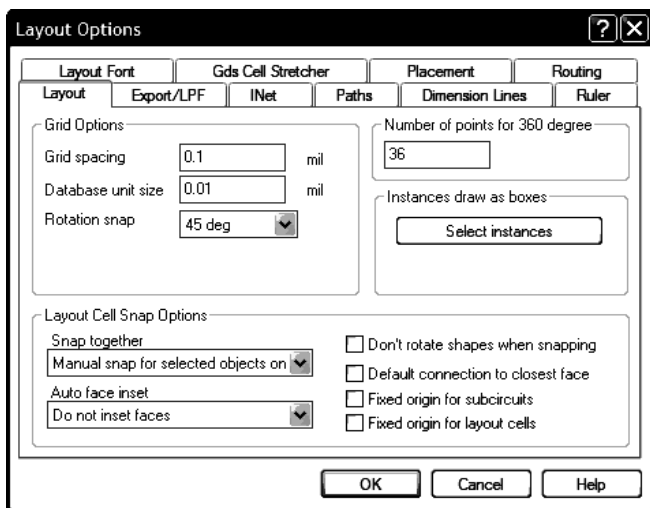

Рис. 4.36
1. Выберите в меню **Options>Layout Options**. Откроется диалоговое окно **Layout Options** (рис. 4.36).